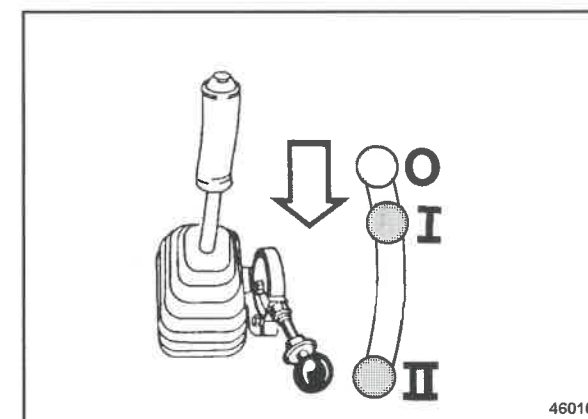

Fig. 56
- Porre la leva regolazione di giri (Fig. 56) nella posizione di pieno carico "I" o "II" e farla innestare.